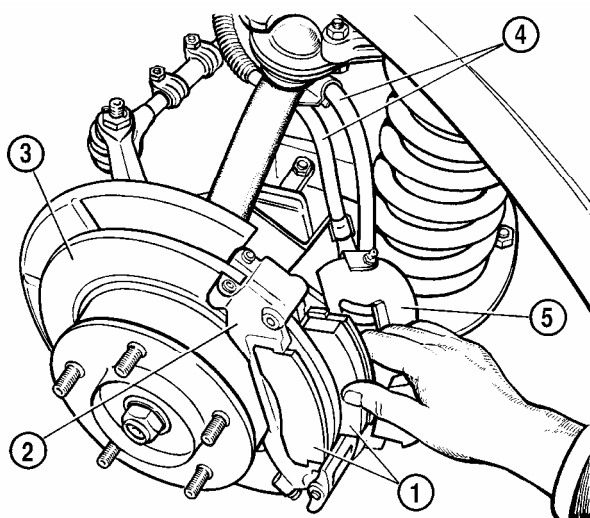

Рис. 6-15. Замена тормозных колодок:
- расшплинтуйте ось верхнего прижимного рычага, выньте ее и снимите рычаг; снимите суппорт в сборе и выньте изношенные колодки из пазов направляющей (рис. 6-15);